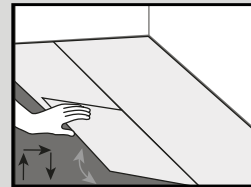
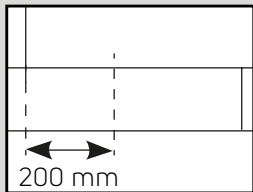
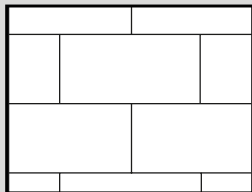

Fig. 3
Fig. 4a
Fig. 4b
4. Commencez la deuxième rangée en emboîtant la languette dans la rainure qui tient la lame à un angle d'environ 30°. Poussez ensuite fermement la lame/dalle dans la rainure de la première rangée. Posez la lame/dalle suivante en emboîtant la languette dans la rainure sur le côté long (Figure 3). Il convient de poser les dalles et les lames en « décalé » pour faire en sorte que les quatre coins ne se touchent jamais (Figure 4a et Figure 4b).